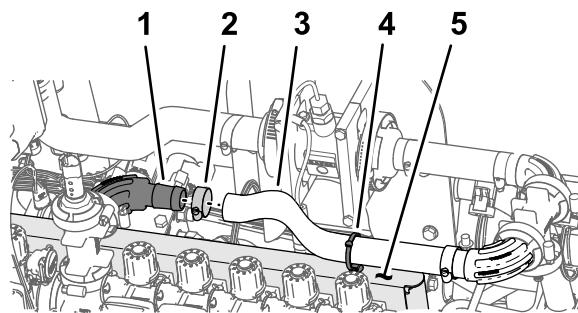

Figura 110
1. Monte o tubo (1 x 16 pol.) por cima da união flangeada de 90° (1 pol.), como se mostra na Figura 110.
2. Fixe o tubo à união flangeada com uma braçadeira de tubos (Figura 110).
3. Instale a nova braçadeira de cabos/fixador de pressão no furo na parte superior da montagem da válvula como se mostra na Figura 110.
- Prenda a braçadeira de cabos/fixador de pressão (Figura 110) em redor do tubo (1 x 16 pol.).